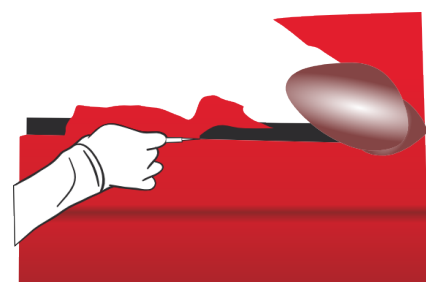

Figure 34
- › Pour réaliser la découpe, la lame du cutter doit être placée bien à plat, entre la carrosserie et le joint, perpendiculairement au joint. Réaliser la découpe en gardant toujours cette orientation de la lame. (FIG. 34)